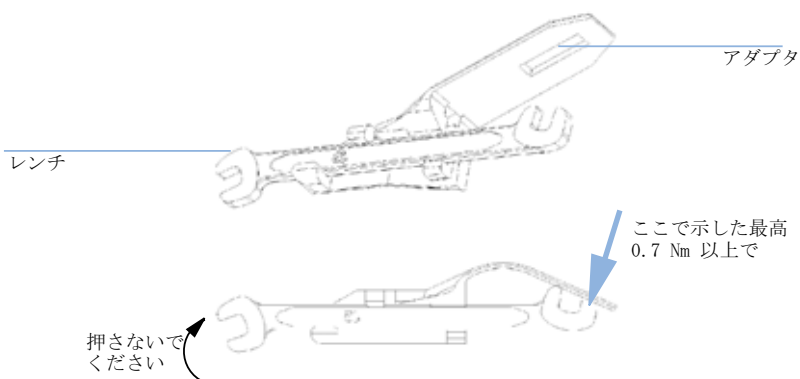

図 60 レンチとトルクアダプタ
- 9** フローセルキャピラリを挿入して、手で軽く締めます。151 ページ 図 60 に示したようにレンチとトルクアダプタを使用して、フィッティングを交互に締め付けます。
装置のアクセサリキットには4 mm レンチが、シーリングキットには特殊アダプタが付属しています。これらを一緒に既定トルク(セルフフィッティングの最大許容トルクは0.7 Nm)のトルクレンチとして使用できます。これを使用してフローセルボディにキャピラリフィッティングを締め付けることができます。レンチは、151 ページ 図 60 に示すようにアダプタに取り付ける必要があります。